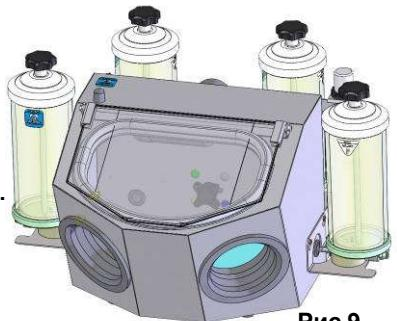

Рис.9
**5.6** Подключить струйные модули **МС 4.3 Б/С\*** (при наличии, в т.ч. укомплектованные по дополнительной заявке, см. рис.9).